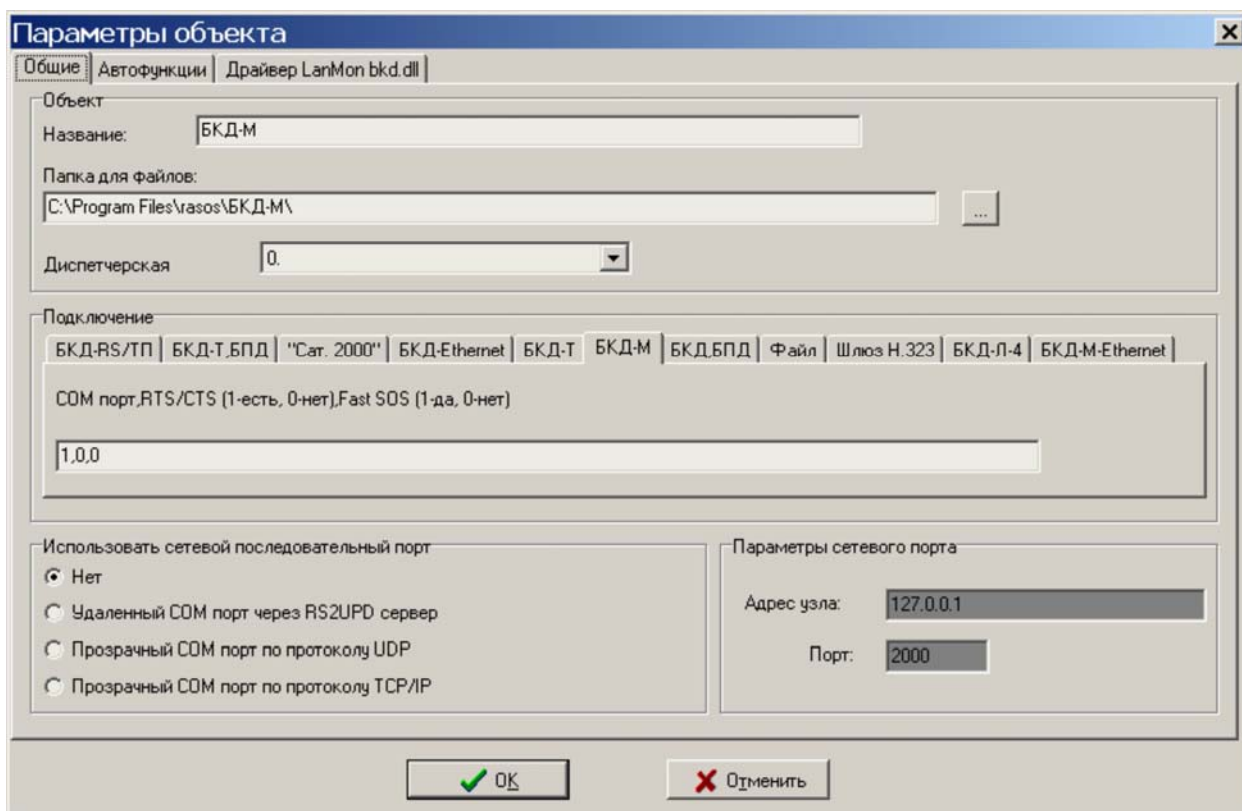

Рисунок 11
2) Подготовить ПЭВМ к работе, загрузить ПО RASOS, создать новый объект БКД-М, установить параметры подсоединения (рисунок 11).